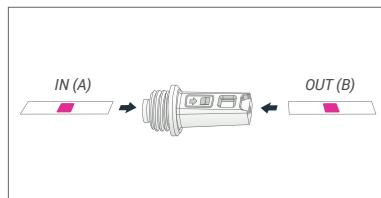
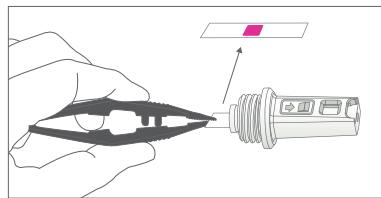

Figure 2
Figure 3
- Place a Chemdy* Lumenia CDWE cleaning indicator in the inner cavity of each device in a way that the test soil is facing upwards (Fig. 2).
WARNING: before placing the indicator in the inner cavity of the device, remove its liner. Secure the position of the indicator in the inner cavity using the tweezer provided, so that it is firmly adhered to the device (Fig. 3).
- Colocar un indicador de lavado Chemdy* Lumenia CDWE en la cavidad interna de cada dispositivo de manera que el test soil quede orientado hacia arriba (Fig. 2). **ATENCIÓN:** antes de colocar el indicador en la cavidad interna del dispositivo, remover el liner del mismo. Asegurar la posición del indicador en la cavidad interna con ayuda de la pinza provista, de modo que el mismo quede adherido al dispositivo firmemente (Fig. 3).